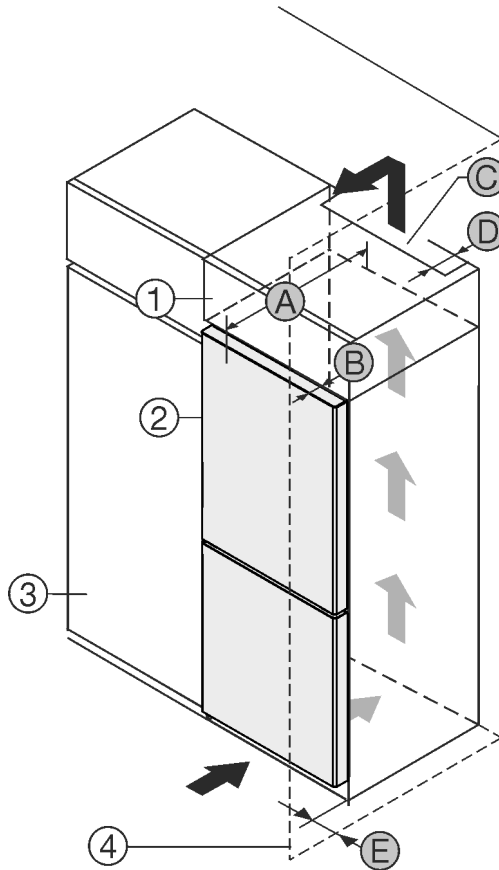

Fig. 1
Voit pystyttää laitteen suoraan jääkaapin Fig. 1 (3) viereen.*
Lisäkaapin takana on oltava lisäkaapin levyinen poistoilma- kuilu, jonka syvyys on Fig. 1 (D).*
Katon alapuolelle on jätettävä ilmanvaihdon poikkipinta-alaa *Fig. 1 (C)* vastaava tila.*
Jos asennat laitteen oven saranapuolen seinän *Fig. 1 (4)* viereen, laitteen ja seinän väliin on jätettävä vähintään 13 mm väli.*
Jos asennat laitteen oven saranapuolen seinän *Fig. 1 (4)* viereen, laitteen ja seinän väliin on jätettävä vähintään 20 mm väli.*
Jotta voit avata ovet kokonaan, laitteen on oltava oven syvyyden *Fig. 1 (B)* verran ulospäin keittiökaappien etureunasta. Keittiökaappien *Fig. 1 (3)* syvyyden ja välikkeiden käytön mukaisesti laite voi olla ulompana.*